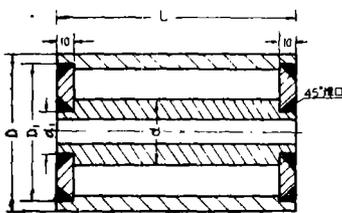
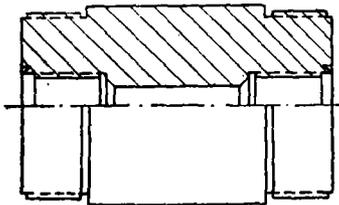

图 1
图 2
空心岩心管接手，是苏联早已推广的一项先进經驗。今年昆明探矿机械厂結合这一經驗利用无縫鋼管制作了空心岩心管接手（见图 1，这是用于連結鑽桿、岩心管和取粉管的接手）。其具体作法是將无縫鋼管車成需要長度（ $L = 156$ 公厘），再在中間放入鑽桿接手，兩端用焊接連起。最后車制螺紋即成岩心管接手。使用这种接手有下列优点：
(1) 可以节约金屬鋼材，过去的岩心管接手（见图 2）是用实心鋼材（鑽孔車絲而成）制成的，这样就需切去很多金屬材料，造成浪費。新旧接手所需材料的比較見附表。
(图 1)	(图 2)